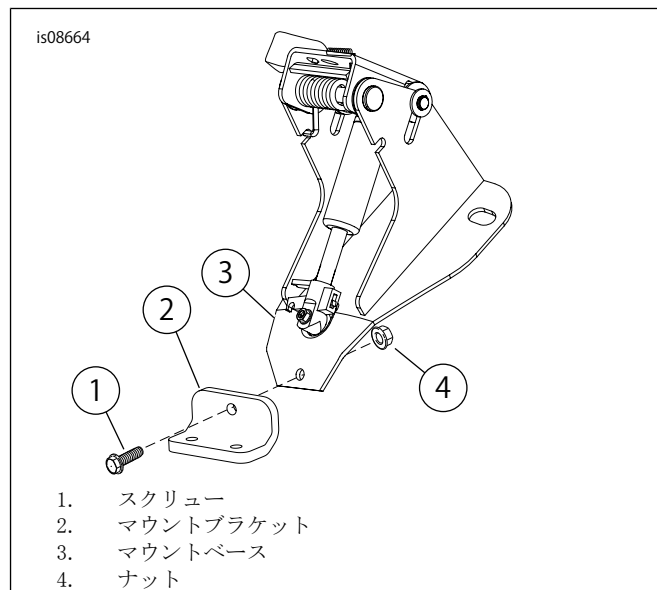

図5。ブラケットの実装
3. 「図5」を参照。マウントブラケット(2)をマウントベース(3)に取り付けます。